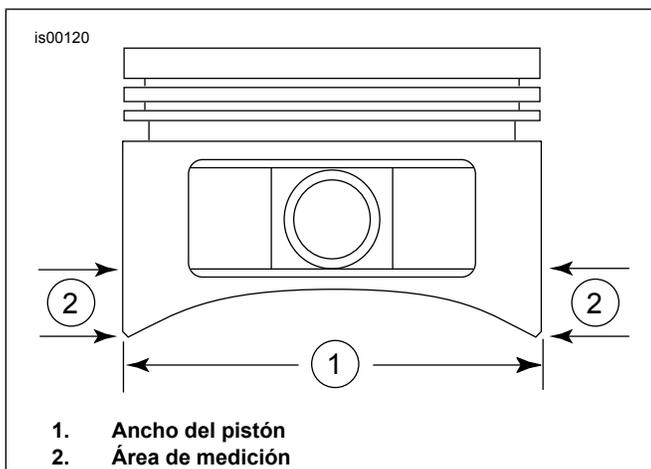

Figura 1. Medidas del pistón
- Ver Figura 1 . Mide el ancho del pistón (1), 90 grados horizontalmente desde ambos lados del agujero del pasador del pistón y a 0,285 pulgadas. por encima (2) la parte más baja de la falda